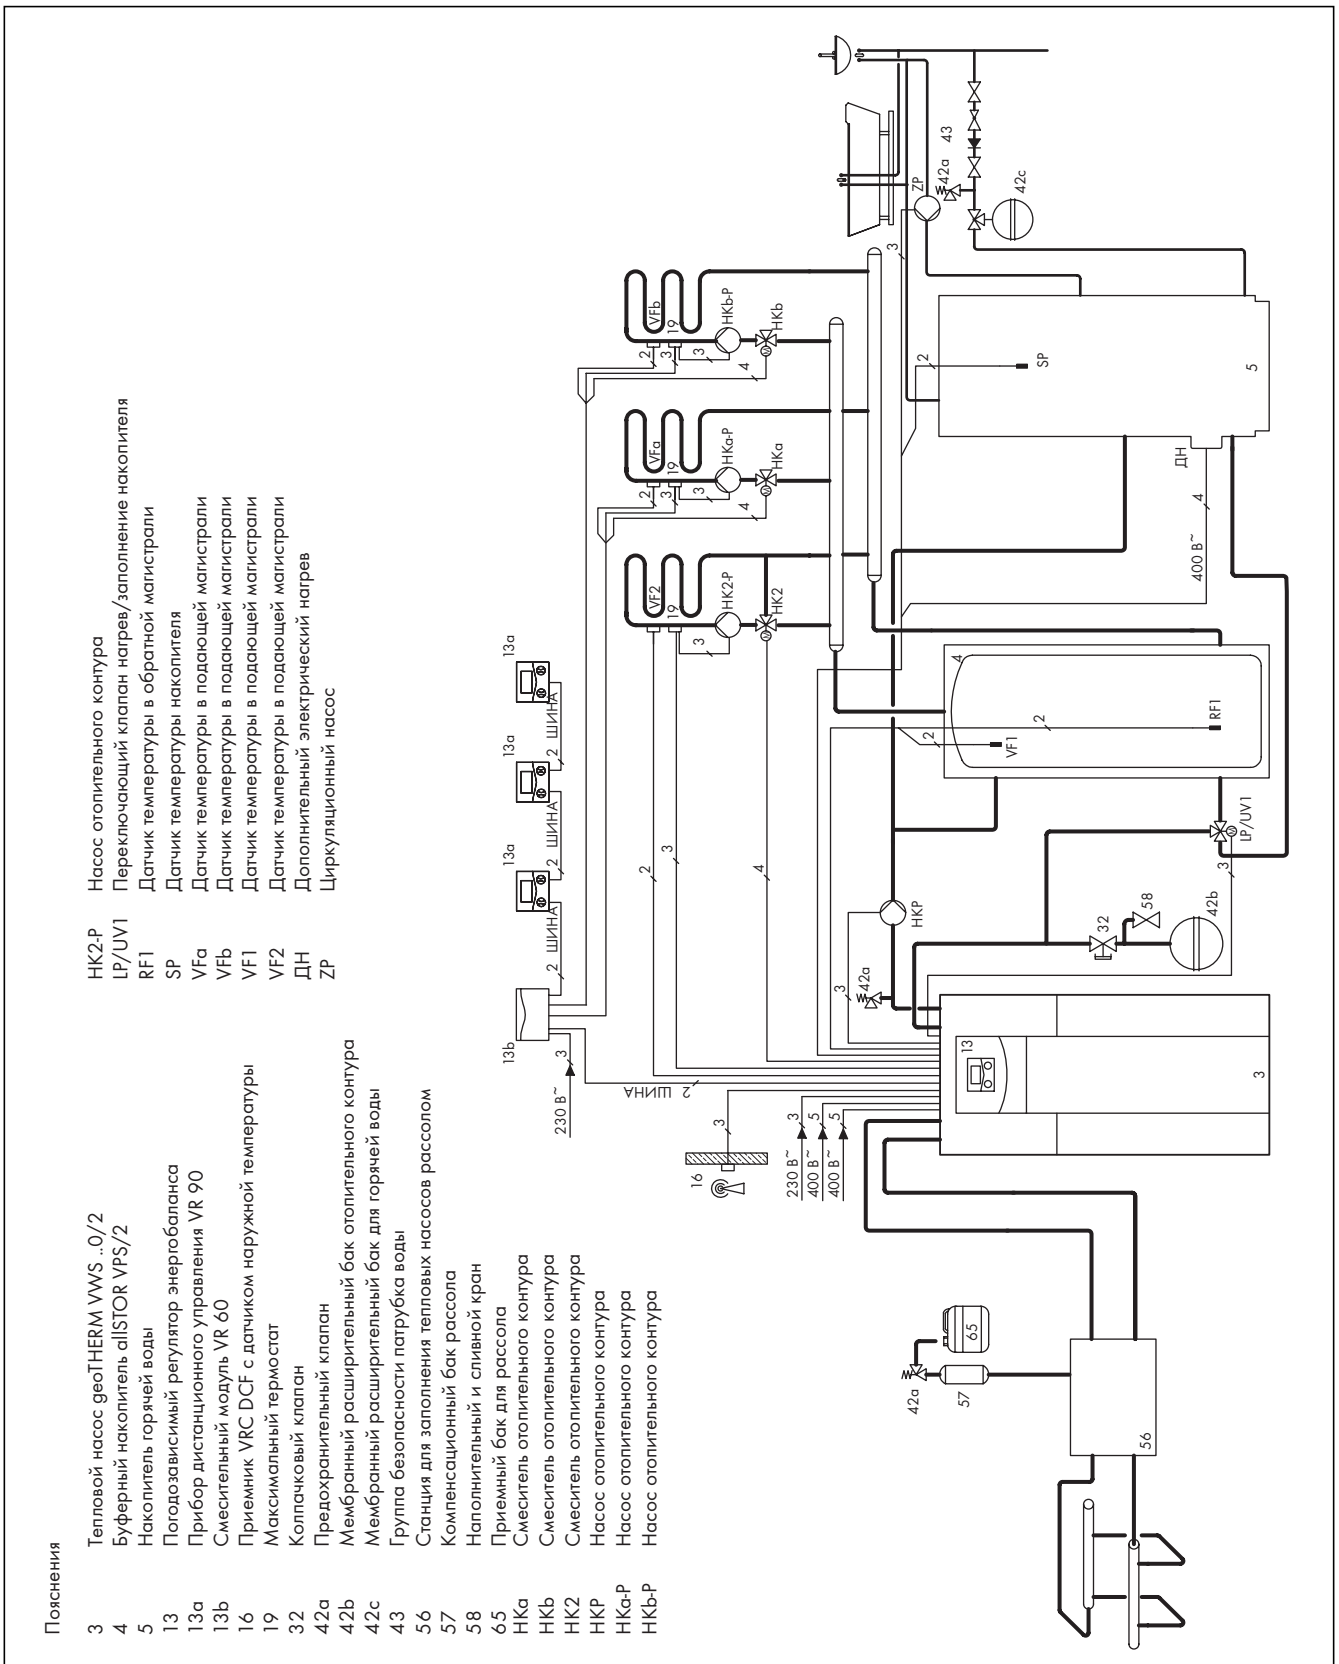
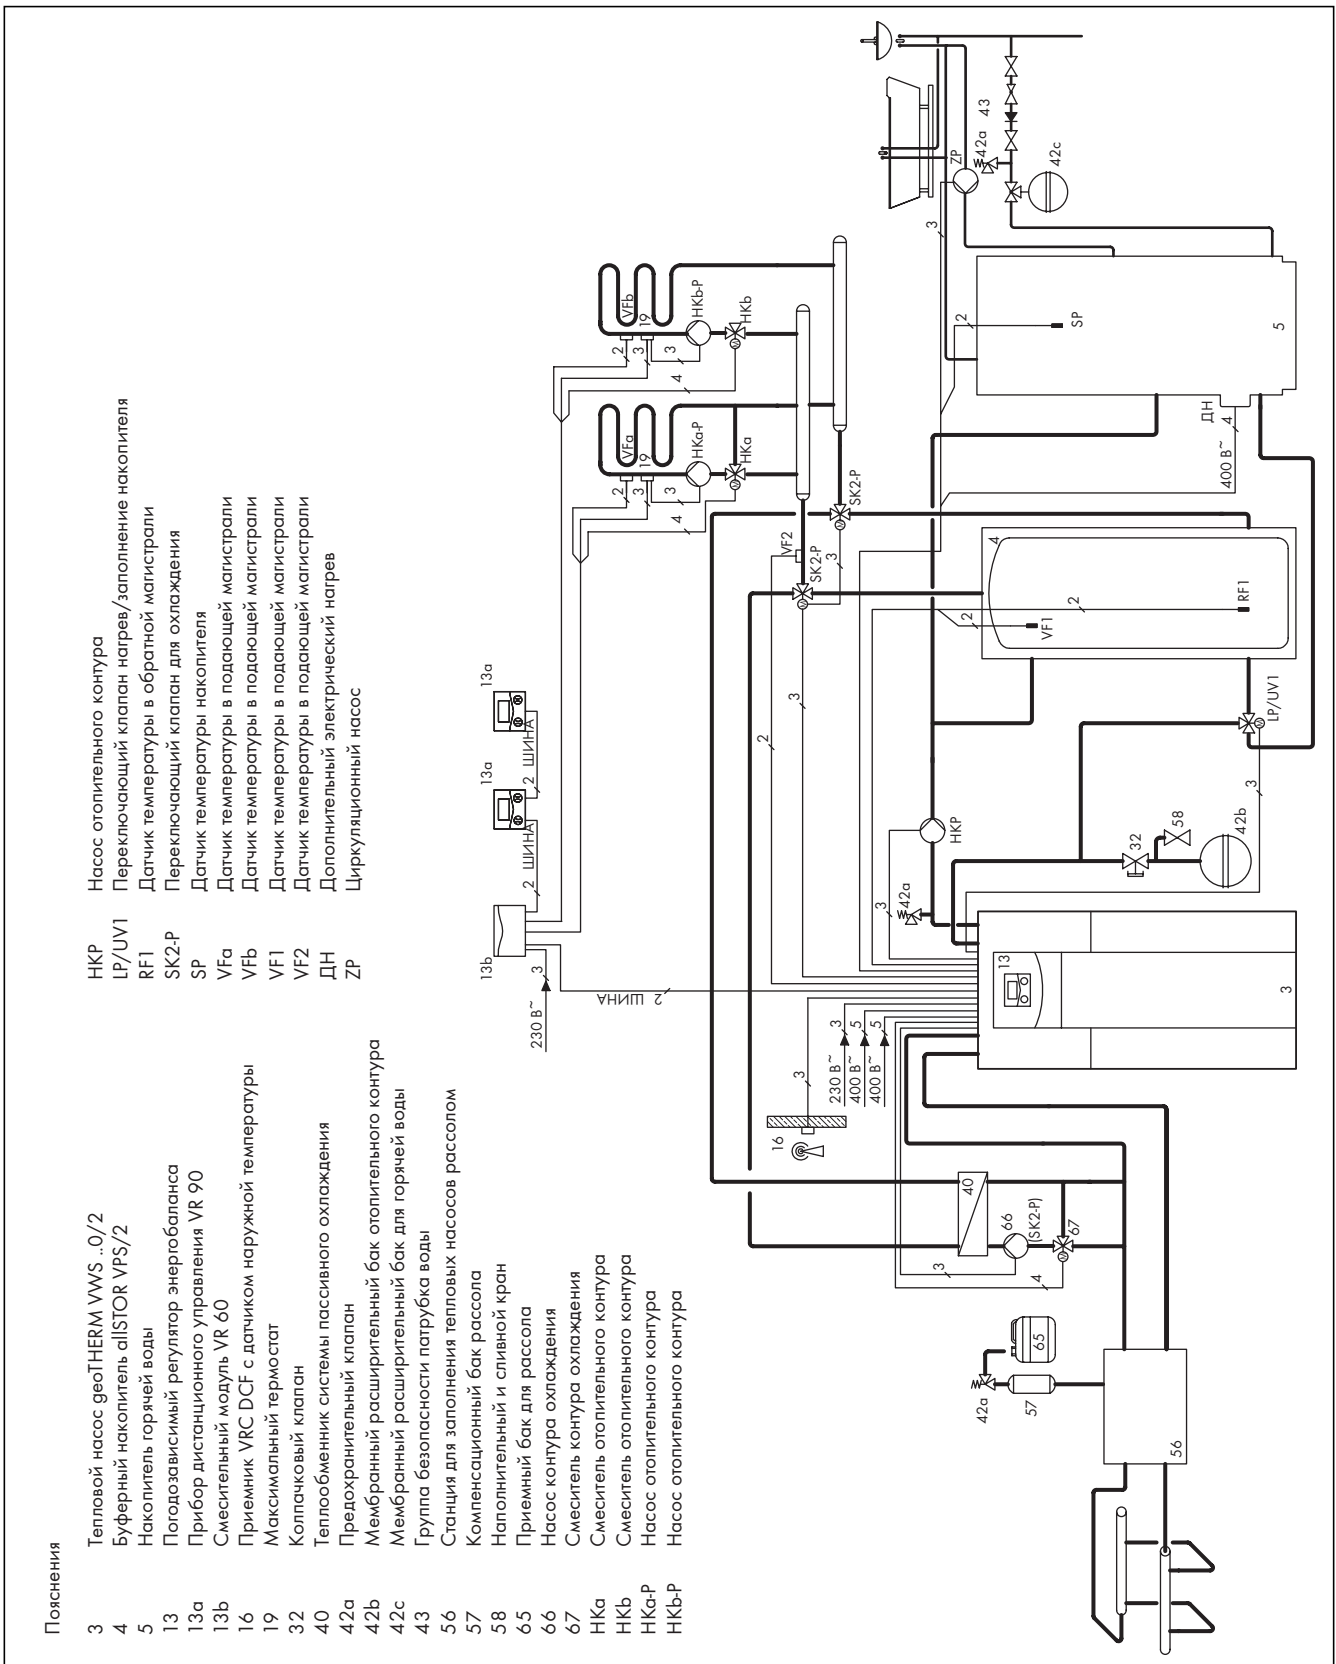
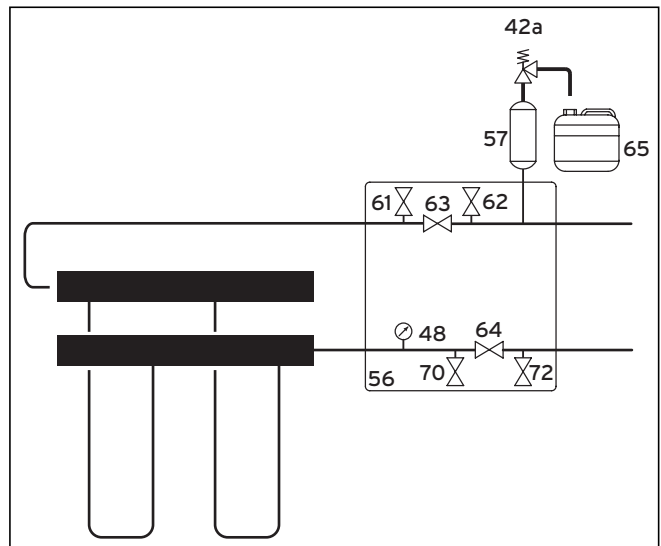

Рис. 5.5 Пример гидравлической схемы: смесительный контур с буферным накопителем и накопителем горячей воды
Рис. 5.6 Пример гидравлической схемы: смесительный контур с буферным накопителем, накопителем горячей воды и внешним пассивным охлаждением
Рис. 5.9 Арматуры в контуре рассола
- ▶ Если вы не используете опциональное сопутствующее оборудование, а именно станцию для заполнения тепловых насосов рассолом (56) (→ Рис. 5.5), установите отдельные компоненты гидравлической системы в соответствии с (→ Рис. 5.9).
- Если вы не используете опциональное сопутствующее оборудование, а именно станцию для заполнения тепловых насосов рассолом (56) (→ Рис. 5.6), установите отдельные компоненты гидравлической системы в соответствии с (→ Рис. 5.9). Определите параметры и установите внешний теплообменник.
- Нанесите на наружную резьбу верхней соединительной детали (1) герметик, который не пропускает влагу, можно использовать, например, тефлоновую ленту.
- Установите приемный бак для рассола (65) (→ Рис. 5.9) на предохранительном клапане (42a) так, чтобы в нем не было давления.